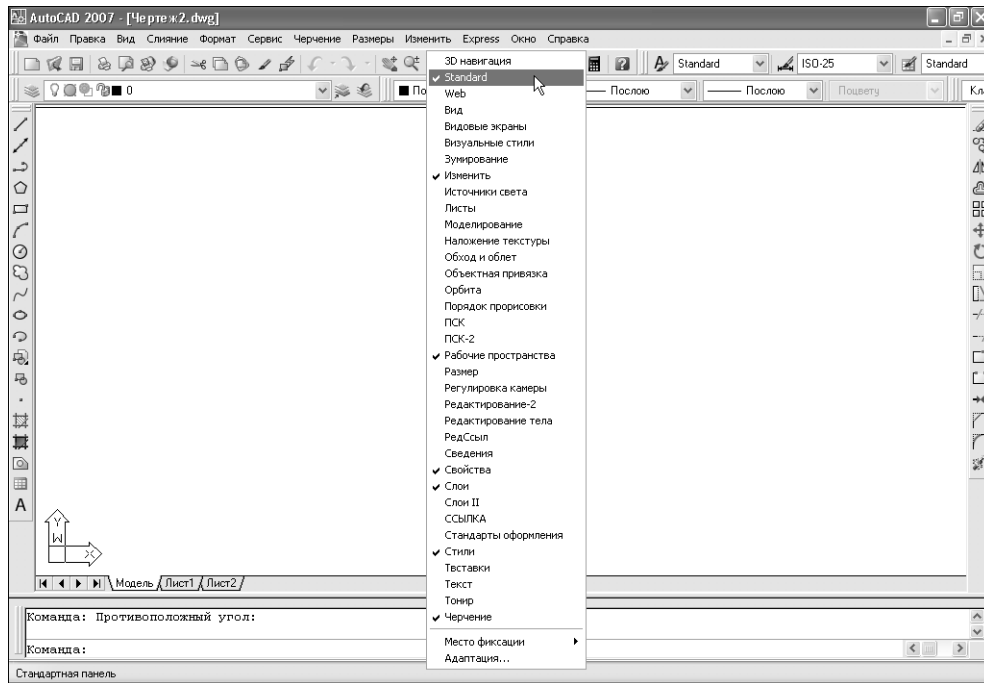

Рис. 1.11 ▼ Список панелей инструментов AutoCAD 2007
Как уже отмечалось выше, по умолчанию в окне AutoCAD отображается несколько *панелей инструментов* (toolbar). Однако это только вершина айсберга – всего в AutoCAD имеется 35 панелей инструментов, на многих из которых считается не один десяток кнопок. Для того чтобы увидеть список всех панелей инструментов, достаточно щелкнуть на любой панели инструментов правой кнопкой мыши. На экране появится контекстное меню, представляющее собой полный список панелей инструментов AutoCAD (рис. 1.11).
Кроме того, любая панель инструментов AutoCAD может быть как *пристыкованной* (docked toolbar), так и *плавающей* (floating toolbar). Пристыкованными называются панели инструментов, которые прикреплены к одной из границ окна документа AutoCAD, то есть панели инструментов в их традиционном смысле, как, например, на рис. 1.11. Плавающие панели инструментов представляют собой небольшие окна, которые можно свободно перемещать по экрану. Любая плавающая панель, помещенная рядом с границей окна, автомати-
Остальные плавающие панели работают точно так же, как только что рассмотренная плавающая панель **Зумирование** (Zoom). Строго говоря, можно не использовать плавающие панели, поскольку все представленные в них инструменты находятся на обычных панелях инструментов с соответствующими названиями. Так, открыв список панелей инструментов AutoCAD, как показано на рис. 1.11, вы увидите в конце этого списка панель инструментов **Зумирование** (Zoom). Включив отображение этой панели, легко убедиться, что она содержит все инструменты, представленные в виде плавающей панели **Зумирование** (Zoom) панели инструментов **Standard**, показанной на рис. 1.12. Однако работать с плавающими панелями все же удобнее, поскольку они позволяют рациональнее использовать область черчения, поэтому мы будем интенсивно применять их при изучении дальнейшего материала этой книги.
- Открытие *контекстного меню* (context menu) – меню, содержимое которого зависит от объекта, на котором вы щелкнули правой кнопкой мыши, и (или) его состоянии (то есть от контекста). Пример контекстного меню представлен на рис. 1.11.